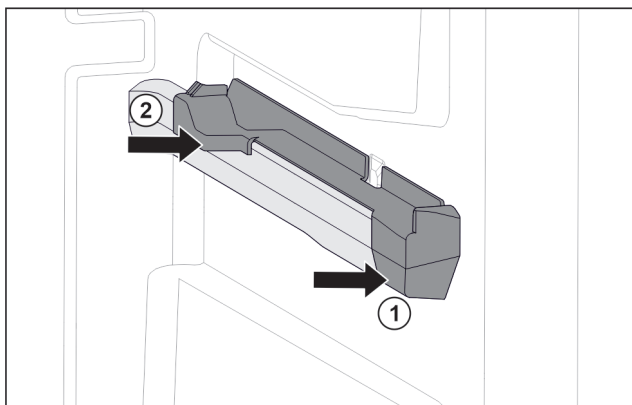

Fig. 150 Aufsteckteil auf der rechten Behälterrippe
- ▶ Aufsteckteil vorne an Behälterrippe ansetzen. Fig. 150 (1)
- ▶ Aufsteckteil hinten andrücken. Fig. 150 (2)